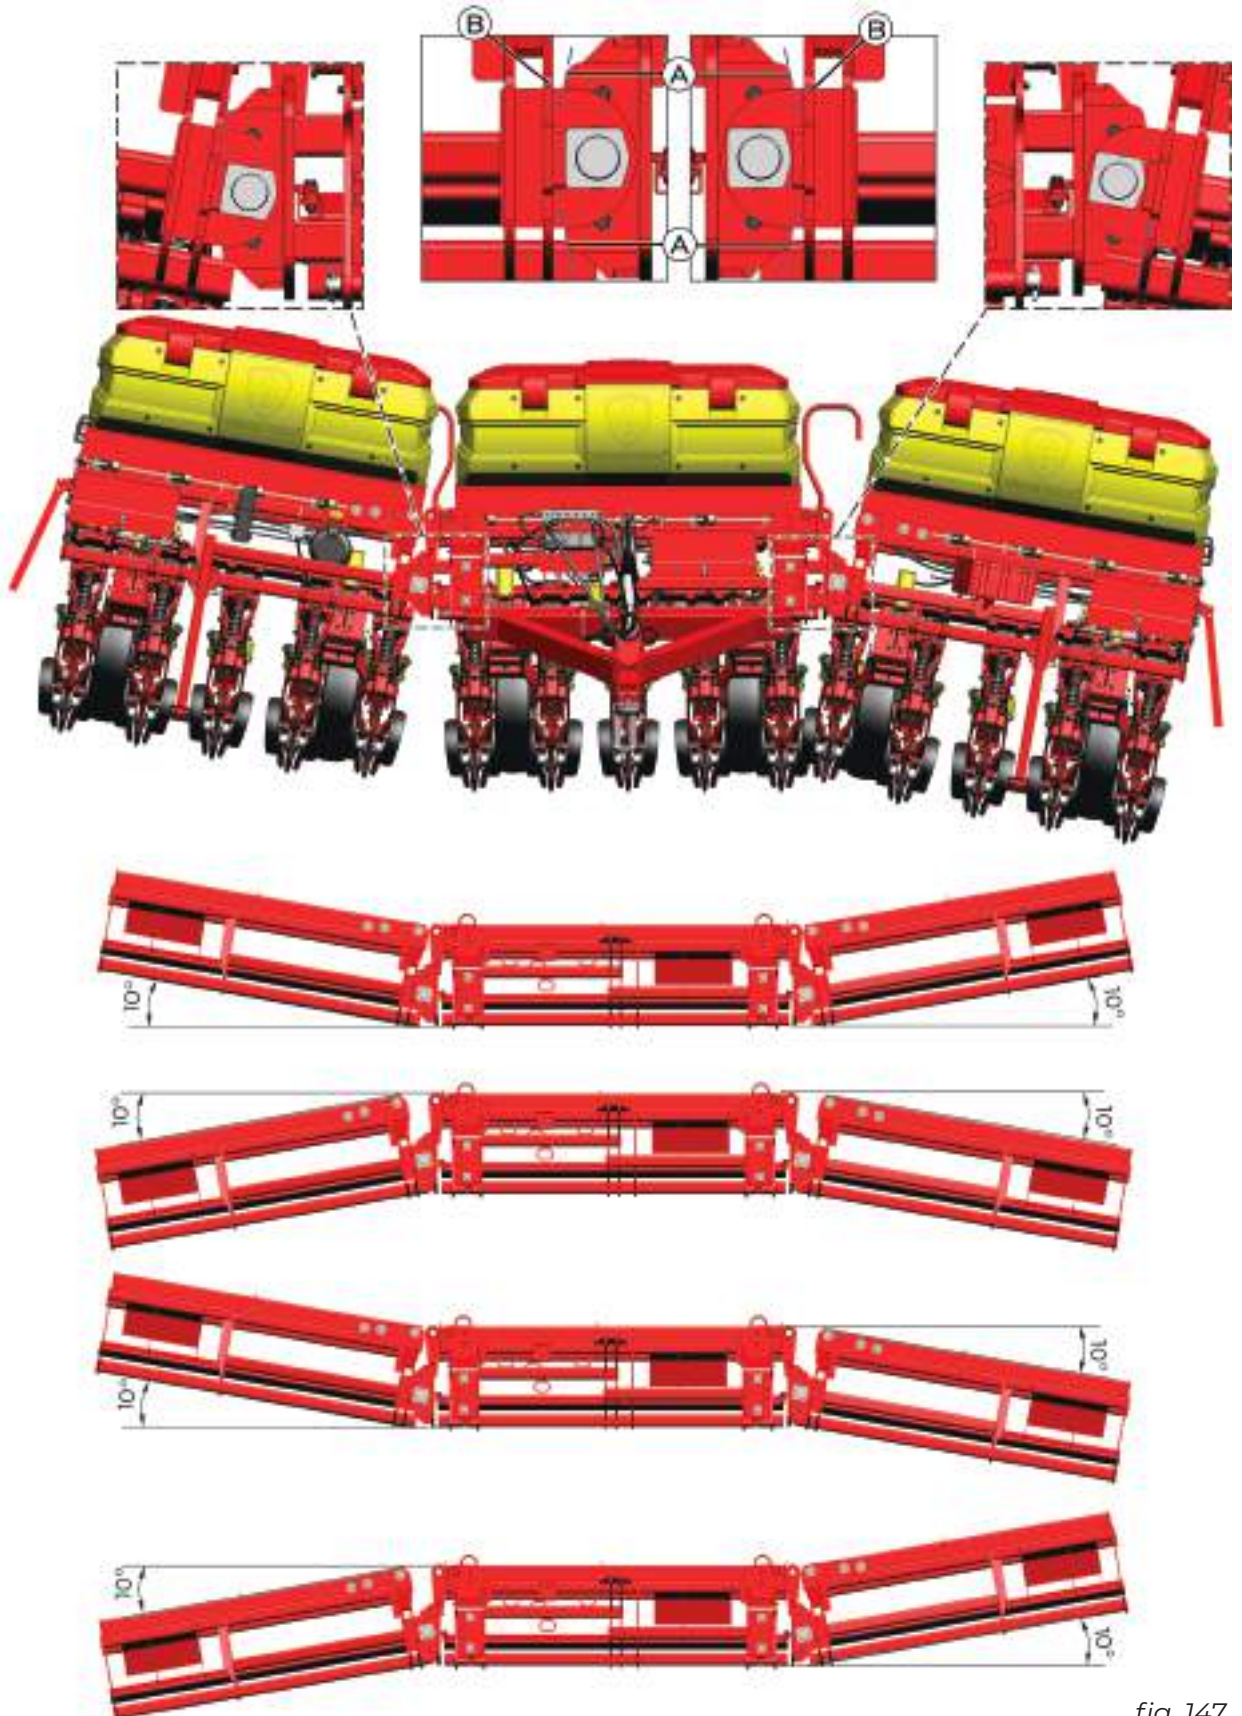

fig. 147
A articulação da semeadora em condições de trabalho é de 10° para baixo e 10° para cima, em ambos os chassis laterais (fig. 147). Quando o chassi articula, o suporte (B) encosta nas faces (A) do bante do articulador, limitando esse giro.